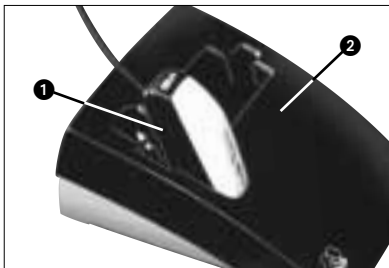

Fig. 3: Cargar el acumulador con la estación de carga opcional CU 40
3.2 Funcionamiento con acumulador (véase Fig. 3)
Para cargar el acumulador tiene que poner el emisor (1) en la estación de carga opcional CU 40 (2), tal como se indica en la Fig. 3.